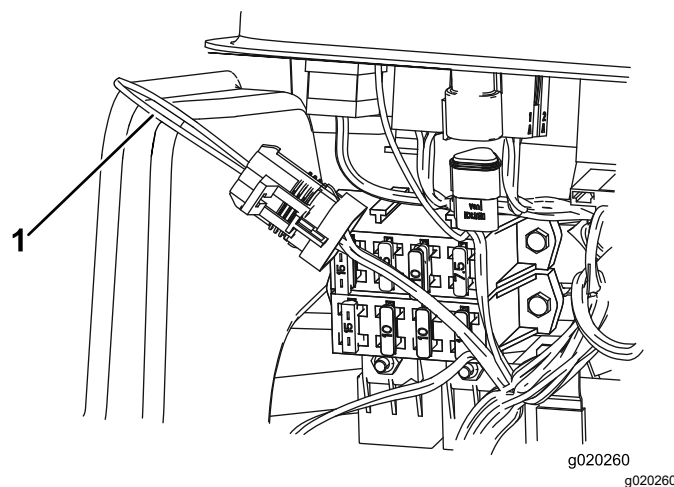

Figura 38
3. Localize os fios e o conector de circuito (Figura 38).